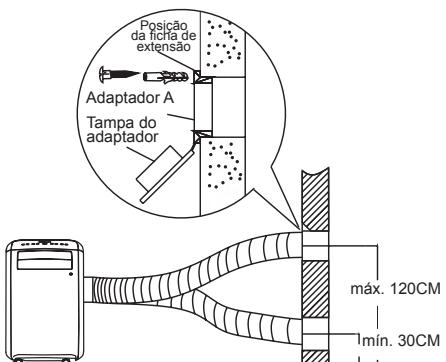

Fig. 19
1. Fazer um furo na parede. Instale o adaptador de escape de parede A na parede (exterior) usando 4 fichas de expansão e os parafusos de madeira, certifique-se de que os fixa totalmente. (Ver Fig. 19)